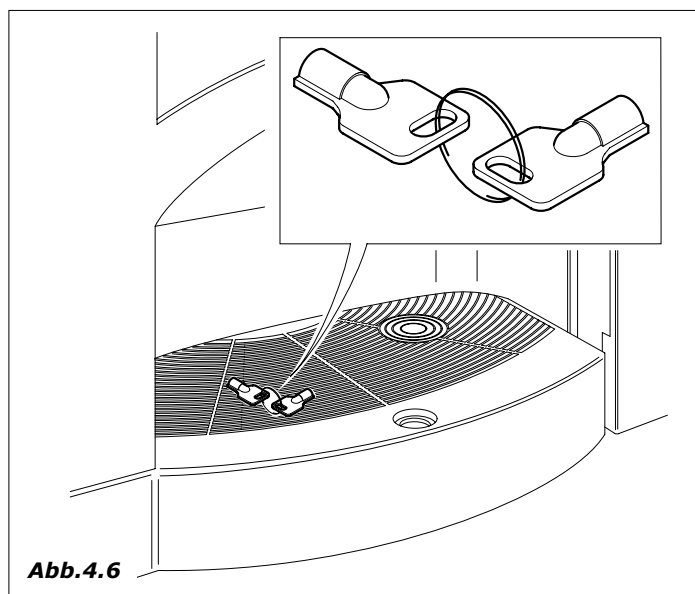

Abb.4.6
- den Schlüssel aus dem Entnahmefach entnehmen (Abb. 4.6) die Tür des Automaten öffnen und das Klebeband von folgenden Teilen entfernen: